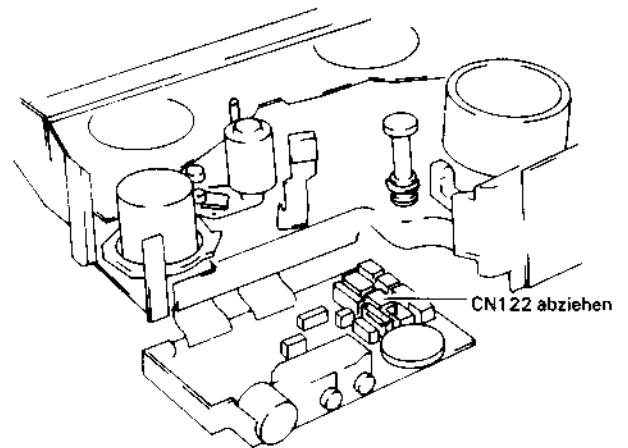

Abb. 2.65 Ausbau des Löschschutzlamellen-Schalters
Ausbau des Löschschutzlamellen-Schalters (Abb. 2.65, 2.66)
3. Den Stecker CN122 abziehen (siehe Abb. 2.65).